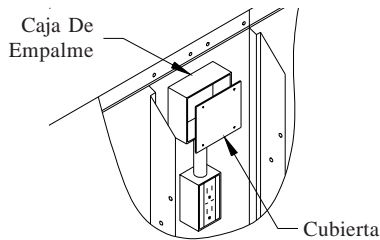

Fig. 1
• **La caja de empalme.** La caja de empalme se encuentra en el poste divisor en la parte superior del interior del enfriador. Quite la cubierta para tener acceso al cableado (fig. 1). Conecte el cableado en la caja al suministro eléctrico según las diagramas eléctricas.